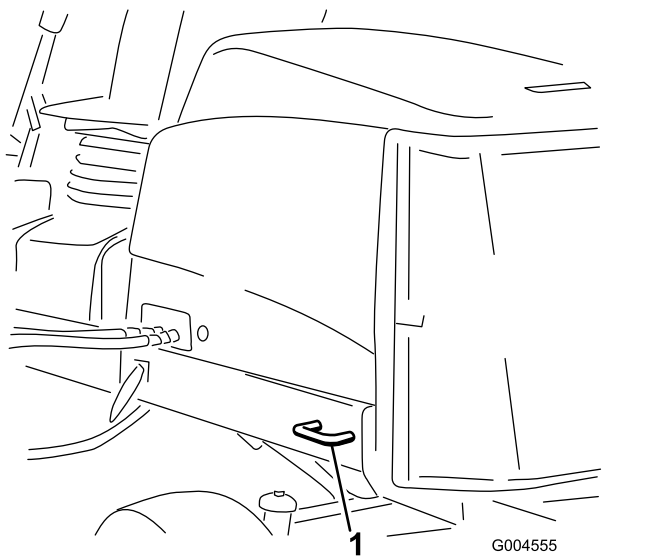

Figura 40
- Detrás—en cada lado de la máquina, en el bastidor trasero (Figura 40).